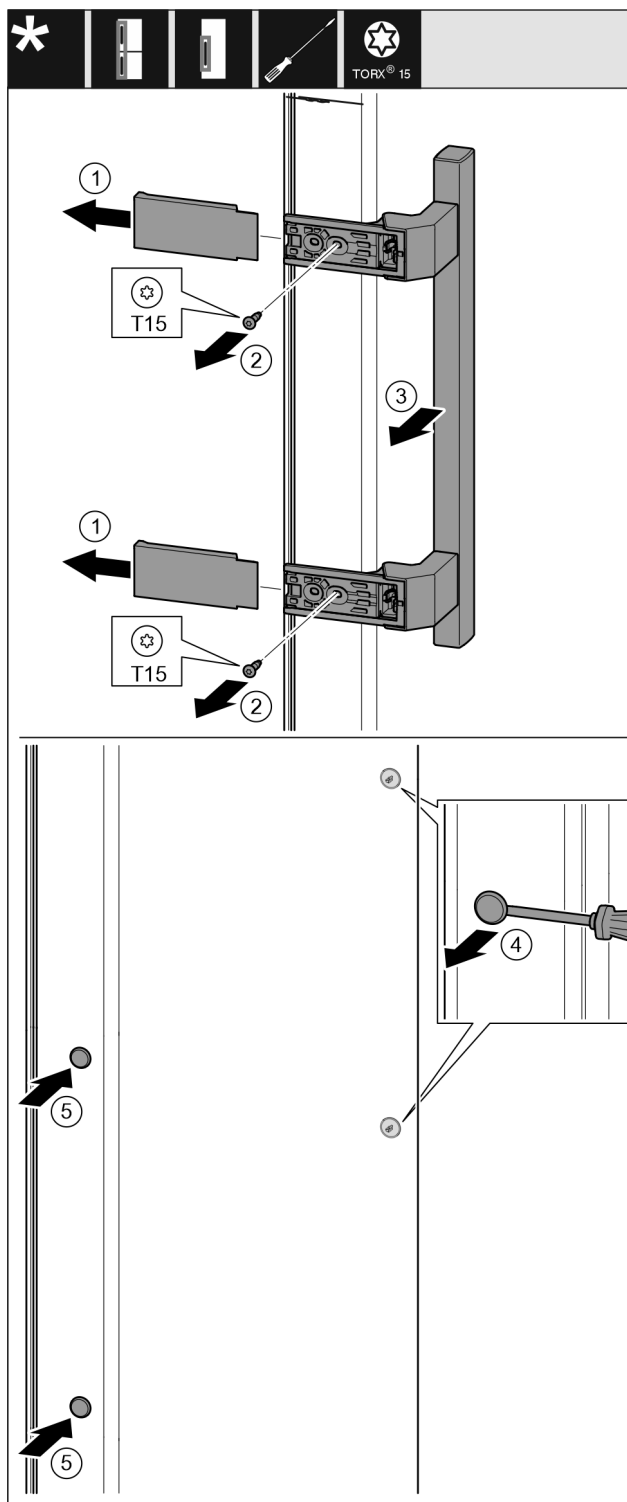

Fig. 39
- Stáhněte kryt. Fig. 39 (1)
- Šroubovákem T15 vyšroubujte šrouby. Fig. 39 (2)
- Sejměte madlo. Fig. 39 (3)
- Postranní zátku opatrně nadzvedněte plochým šroubovákem a vytáhněte. Fig. 39 (4)
- Zátku opět vložte na druhé straně. Fig. 39 (5)